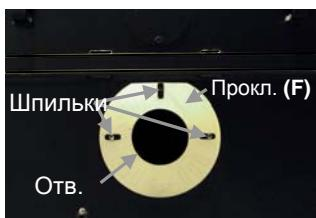

Рис. 42
- Снимите (3) или (4) фланцевые гайки со штырей на монтажном отверстии горелки (Рис. 42)
- Установите входящий в комплект поставки уплотнитель горелки (F) на штыри. Примечание: герметик не используется.